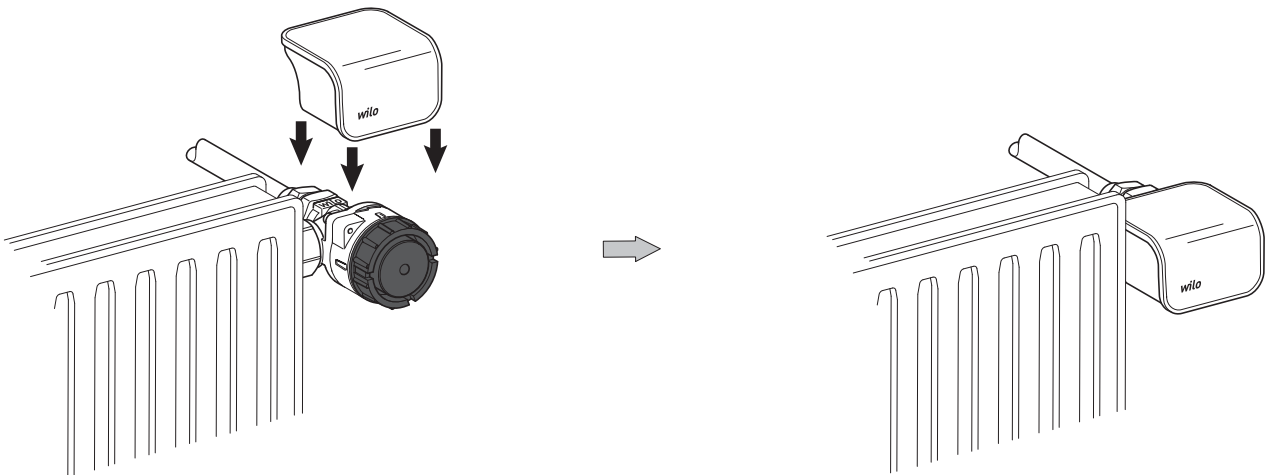

Fig. 17-3: Geniux Design Cover SC für Pumpe/Adapter Set Corner/Angle (Vorlaufadapter)
- Das Geniux Design Cover SC für Pumpe/Adapter Set Corner bzw. Angle gemäß Fig. 17-3 auf den jeweiligen Vorlaufadapter aufstecken.